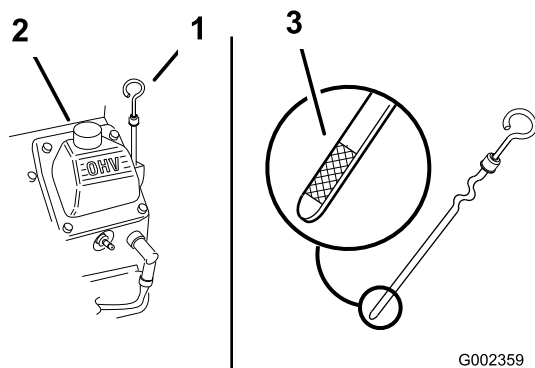

Figura 163
1. Limpie el área alrededor del tapón de llenado y la varilla (Figura 163).